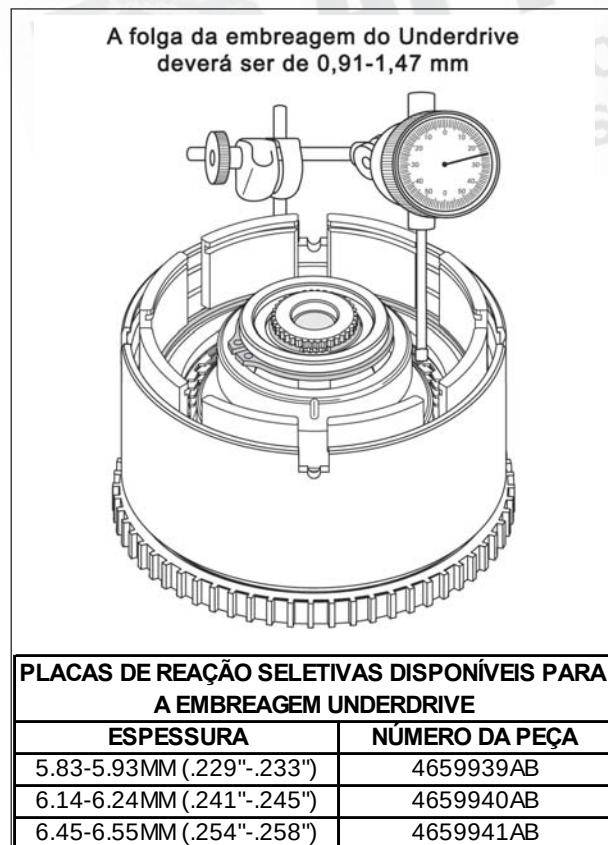

Figura 188
27. Instale um relógio comparador na carcaça da embreagem de entrada e zere o relógio contra o dente do disco revestido da embreagem Underdrive, conforme mostra a figura 188.
30. Substitua a placa de reação seletiva conforme necessário utilizando a tabela da figura 188 para obter a folga correta do conjunto Underdrive.